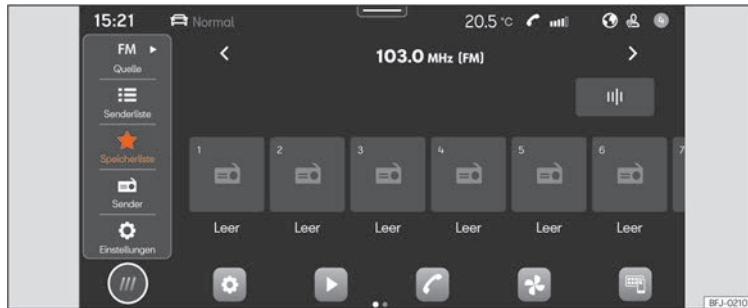

Abb. 142 Schematische Darstellung: Ansicht Radio.
- Drücken Sie **HOME** > >>> **Abb. 142**.